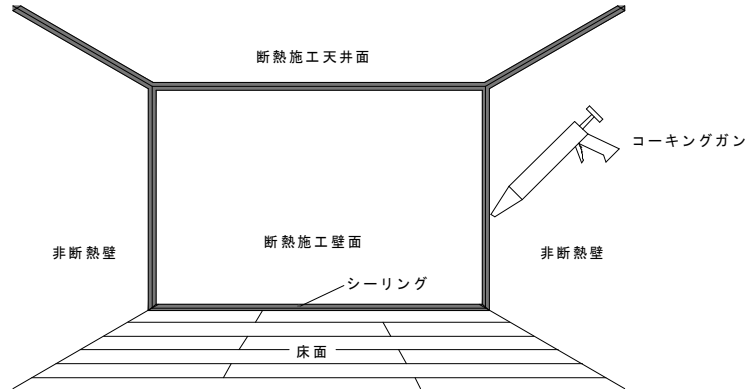

図2 施工下地面への気密・防湿処理
(4) 材料搬入、施工準備
(5) 墨出し
(6) 既存壁、天井、床との取り合い部分へのシーリング処理
- ・ 施工する壁面と繋がる壁、天井、床と取り合い部分に、シーリング材を塗布し防湿処理をしてください。(図2 参照)